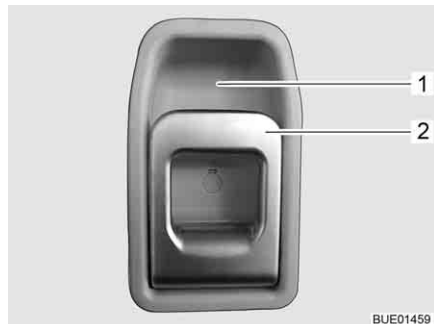

Bild 46 Dörrlås ingångsdörr, insida
- Öppna:** ■ Drag i handtaget (Bild 46,2). Dörrlåset låses upp.
- Låsa:** ■ Tryck handtagets (Bild 46,2) övre del i riktning mot greppkåpan (Bild 46,1).